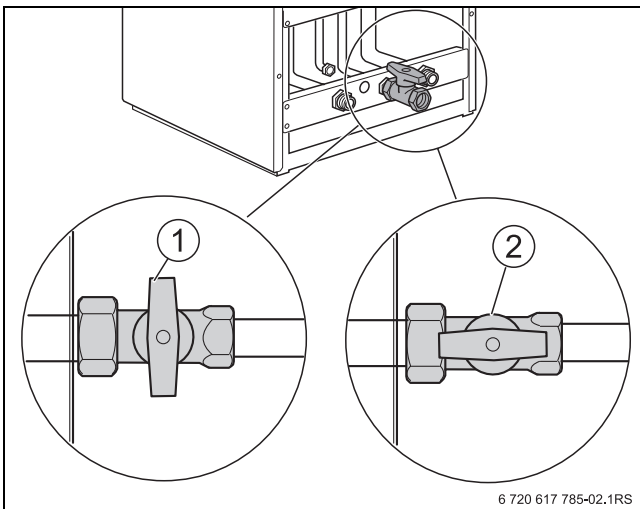

Bild 7 Gashahn
- Hauptabsperrhahn oder Gashahn schließen (→ Bild 7, [1]).